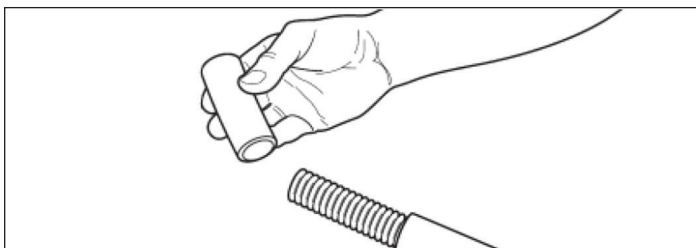

Figure 1-5
8. Retirez la partie coupée de la gaine (figure 1-5).